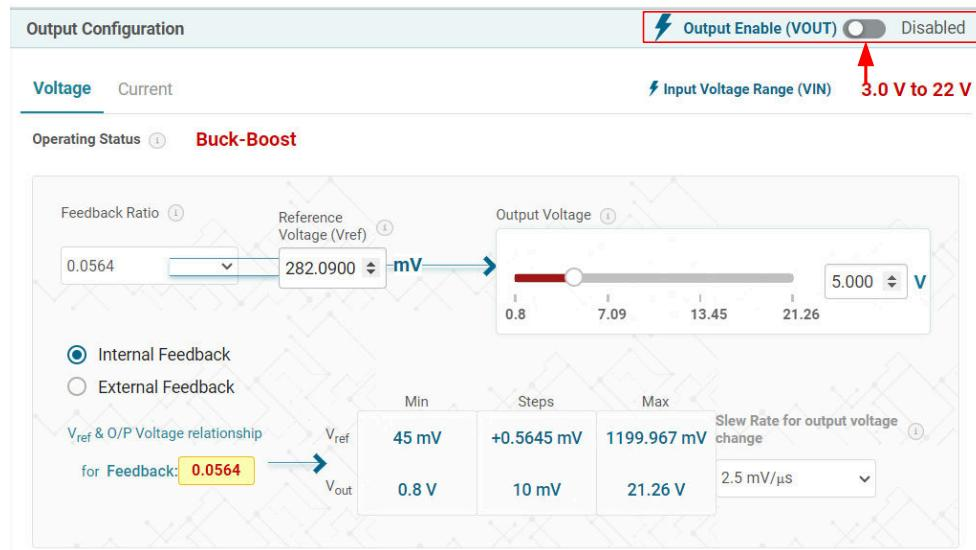

图 3-5. ENABLE 按钮
6. 点击“Enable”按钮（图 3-5）。默认输出电压为 5V。